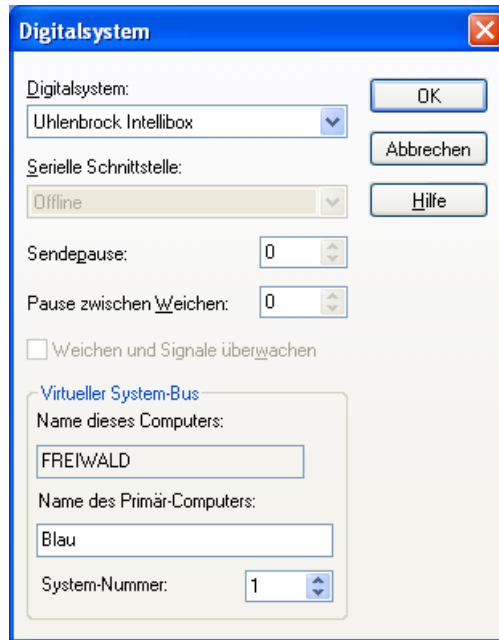

Abbildung 7: Einrichtung eines Virtuellen Digitalsystem-Busses
- Der Dialog **Digitalsystem** muss entsprechend Abbildung 7 auf allen sekundären Computern des betreffenden Virtuellen Digitalsystem-Bus ausgefüllt werden.
Die Installation von **+Net™** ist sehr einfach und selbsterklärend. Installieren Sie **+Net™** auf allen Computern des Netzwerks im selben Verzeichnis, in dem **TrainController™** bereits gespeichert ist. Wenn die Registerkarte **Netzwerk** (Abbildung 5) bzw. die zusätzlichen Optionen aus Abbildung 7 nach Installation von **+Net™** bzw. **+Net/D™** und anschließendem Start von **TrainController™** sichtbar werden, so wurde das Produkt ordnungsgemäß installiert.